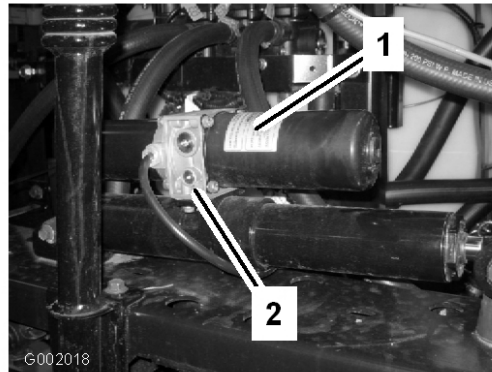

Figura 60
1. La valvola di sicurezza manuale è situata sull'attuatore di ogni barra. La valvola di sicurezza manuale è la valvola più piccola, che si trova solo su un lato del corpo dell'attuatore (Figura 60).